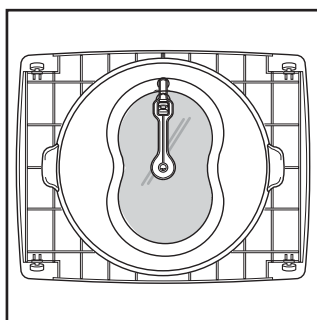

Figure 4
3. Placer le plateau en verre sur l'anneau rotatif. Insérer les galets du bras de l'arbre entre les nervures sous le plateau en verre. Les galets de l'anneau rotatifs doivent être à l'intérieur de la crête sous le plateau en verre. (Voir les figures 4, 5)